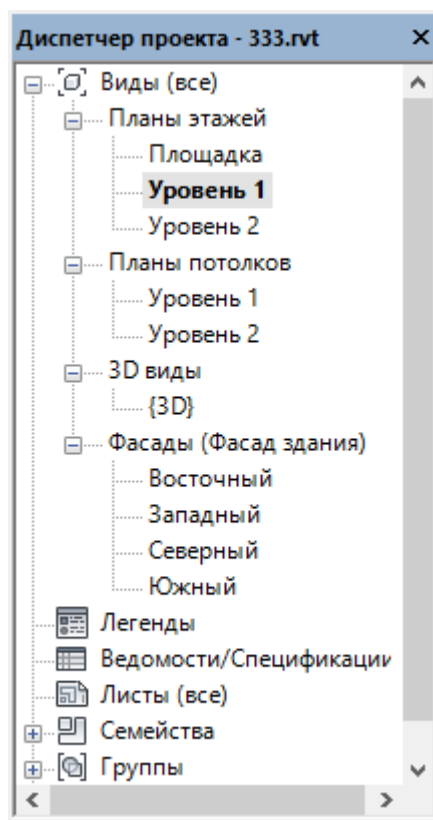

Рисунок 4.6 - Диспетчер проектов
**Диспетчер проектов** позволяет быстро перемещаться между видами конструкции. В диспетчере проекта располагаются рабочие документы, а также связанные файлы, используемые в проекте семейства и созданные группы элементов (рис. 4.6).